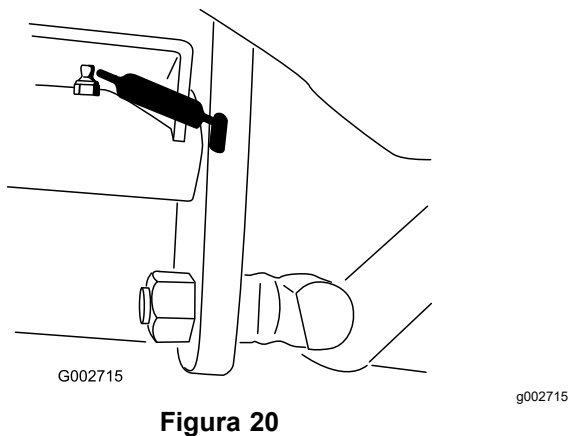

Figura 20
- 1 Rolamento da articulação do pedal de tração (Figura 20)